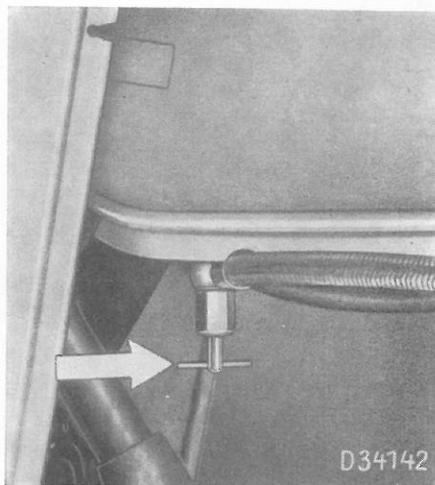

fig. 47 Robinet du réservoir à combustible
- f) Vérifiez que le robinet du réservoir à combustible est ouvert (fig. 47).